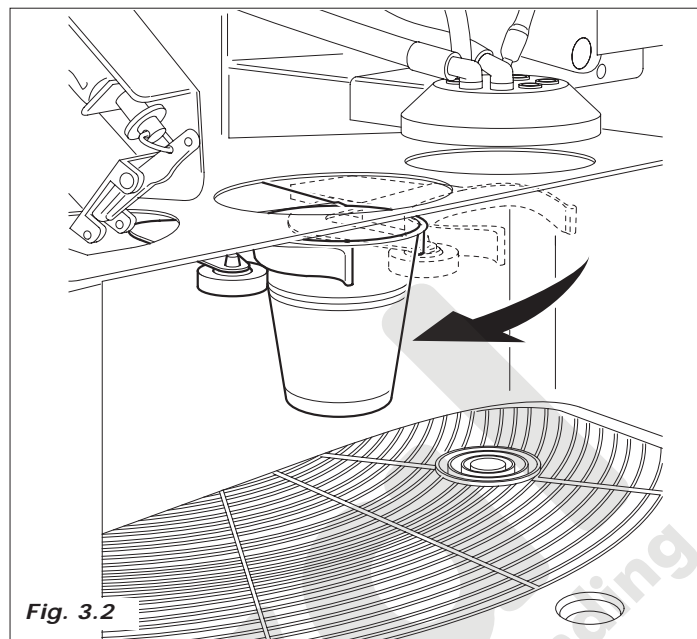

Fig. 3.2
- El trasladador de vasos se desplaza desde la posición reposo/erogación a la estación "cup dispenser" (Fig 3.2).